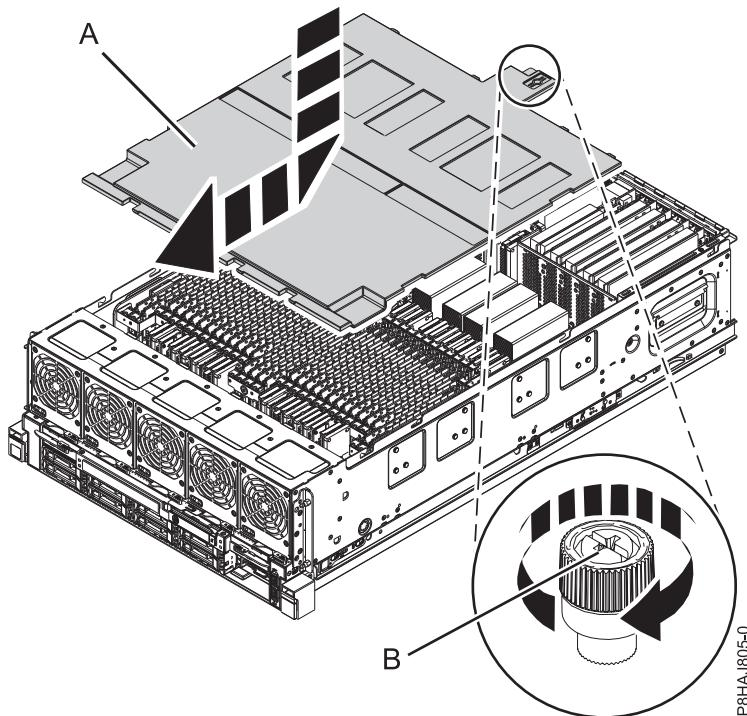

図 34. 安全カバーの再取り付け
2. 安全カバー (A) をシャーシ方向に押します。
3. つまみねじ (B) を、51 ページの図 34 に示されている方向に回転させて締めて、安全カバーをシャーシに固定します。